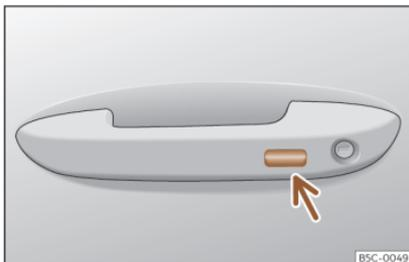

Fig. 90 Maniglia della porta: superficie sensibile.
- **OPPURE** utilizzando il sistema Keyless Access (solo chiusura): Tenere il dito per alcuni secondi sulla superficie sensibile di blocco »» **fig. 90** (freccia) della maniglia della porta per chiudere i finestrini e il tettuccio. Se si smette di toccare la superficie sensibile si interrompe la funzione di chiusura.
- Tenere un dito per alcuni secondi sulla superficie sensibile di blocco >>> fig. 90 (freccia) della maniglia della porta per chiudere il tettuccio. Se si smette di toccare la superficie sensibile si interrompe la funzione di chiusura.